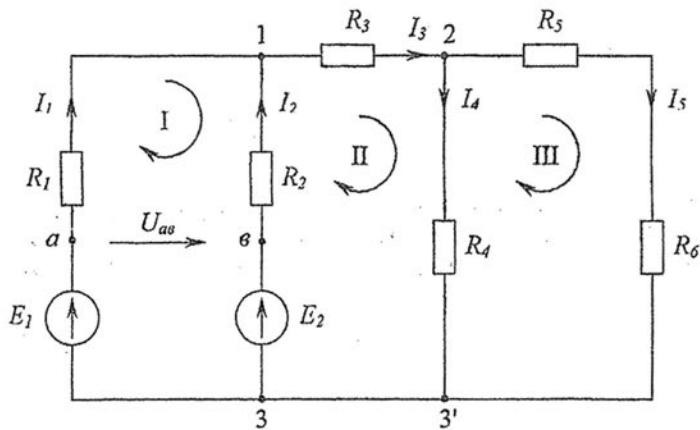

Рис. 2
Различают понятия геометрического и потенциального узлов. Геометрические узлы 3 и $3'$ (рис. 2), имеющие одинаковые потенциалы, являются одним потенциальным узлом. На схеме рис. 2 четыре геометрических и три потенциальных узла.
Например, для узла 2 (рис. 2)
- Произвольно выбираются направления обхода контуров, например, по ходу часовой стрелки (рис. 2).
Рассмотрим этот порядок расчета для схемы (рис. 2).
Например, для определения напряжения U_{ab} (рис. 2) можно написать уравнения двумя способами: